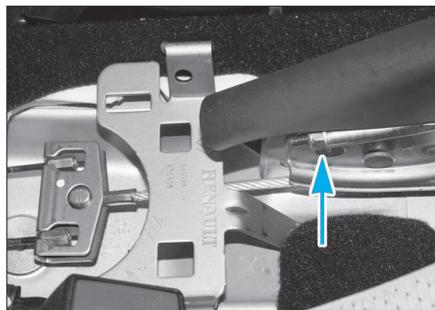
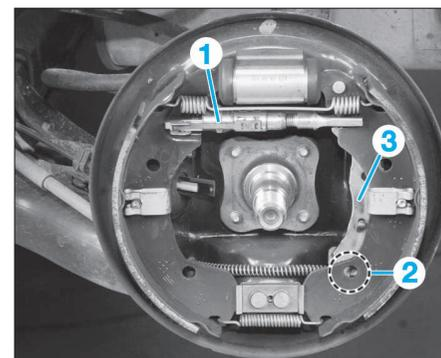

FIG. 27
FIG. 28
- Desserrer l'écrou de réglage du levier de frein de stationnement au maximum (Fig.27).
- vérifier le fonctionnement du système de rattrapage de jeu automatique en agissant en rotation sur la molette (1) (s'assurer qu'elle tourne bien dans les deux sens) puis détendre le mécanisme de 5 à 6 dents (Fig.28).
- Tendre progressivement les câbles au niveau de l'écrou de réglage du levier de frein de stationnement (Fig.27) de façon que le levier (3) décolle entre le premier et le deuxième cran de la course du levier de commande du frein de stationnement et reste décollé au deuxième cran (Fig.28).
- Desserrer l'écrou de réglage du levier de frein de stationnement (Fig.27) jusqu'à amener les leviers (2) sur chaque étrier en butée vers l'arrière du véhicule (Fig.29).
- Agir sur l'écrou de réglage du levier de frein de stationnement (Fig.27) pour amener progressivement l'embout des câbles (1) en contact avec les leviers (2) sur chaque étrier (Fig.29), sans déplacement de ces derniers.
- Affiner le réglage de façon à ce que les leviers (2) de l'étrier décollent entre le premier et le deuxième cran de la course du levier de frein de stationnement et restent décollés au deuxième cran.